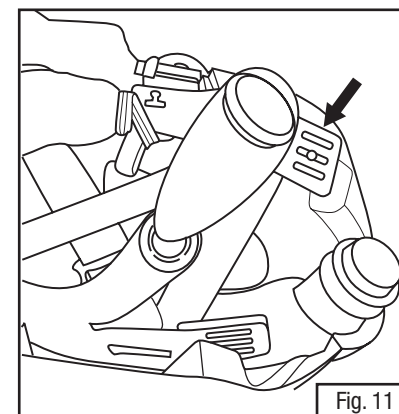

Fig. 11
- Solte a carneira do equipamento para a cabeça puxando a ranhura de ajuste de altura para fora da cavilha em cada um dos quatro pontos de fixação. A Fig. 11 mostra uma das ranhuras de fixação. Existem dois na parte de trás e dois na frente do equipamento para a cabeça.
- Instale a nova carneira fixando cada uma das quatro ranhuras de ajuste de altura as quatro cavilhas da concha do equipamento para a cabeça. **NOTA:** Consulte a seção *Colocação e Ajuste* deste *Manual de Instruções* para informações quanto ao ajuste da carneira para um uso confortável (Fig. 11).